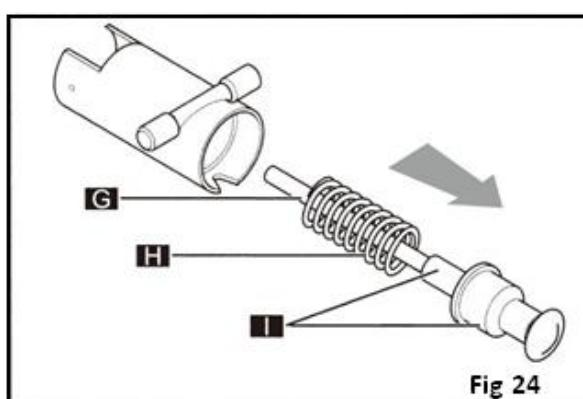

Fig 24
- Extraiga la varilla (G) y el muelle (H) de la pieza del grifo (mediante esta acción también extraerá el conjunto del pasador y la junta (I)) (Fig. 24)